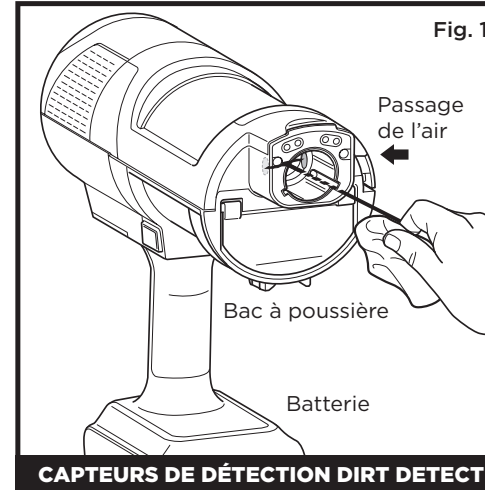

Fig. 1
Nettoyage des capteurs (Fig. 1) :
2. Localisez le capteur DirtDetect à l'intérieur de la tête d'aspiration de l'aspirateur à main (Fig. 1), le capteur LightDetect sur la partie supérieure de la tête d'aspiration (Fig. 2), et le capteur EdgeDetect sur le côté de la tête d'aspiration (Fig. 3).